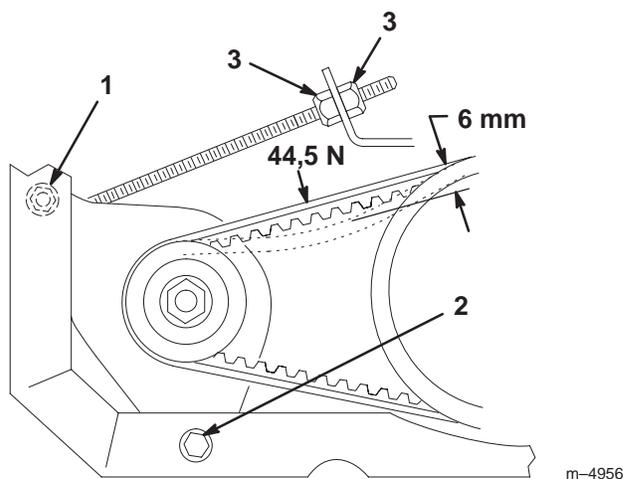

Bild 39
2. Lockern Sie die Mutter und die Gelenkschraube am Anlasser bzw. der Lichtmaschine (Bild 39).
3. Stellen Sie die Klemmmuttern am Anlassergestänge (Bild 39) so ein, dass sich der Riemen beim Ansetzen einer Kraft von 44,5 N 6 mm durchbiegen lässt.
4. Ziehen Sie die Mutter und die Gelenkschraube am Anlasser bzw. der Lichtmaschine fest (Bild 39).